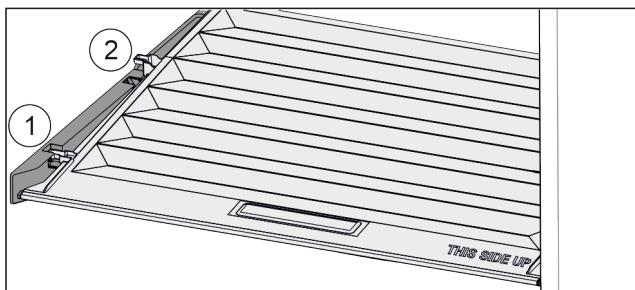

Fig. 107
- ▶ Потянуть крышку до отверстия в поддерживающих деталях вперед Fig. 107 (1).
- ▶ Поднять сзади снизу и извлечь Fig. 107 (2) движением верх.